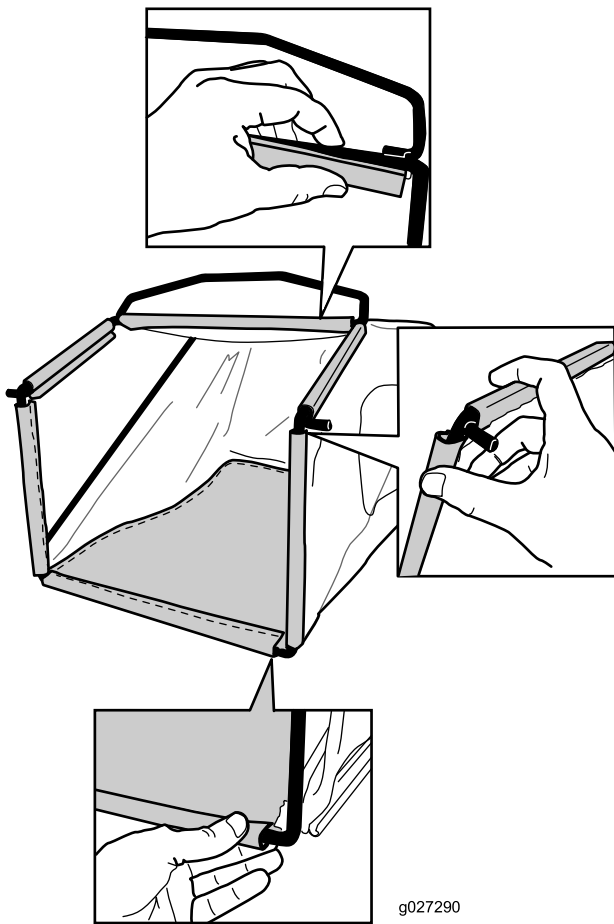

Figura 10
2. Prin de canalul de la partea de jos a sacului pe partea inferioară a cadrului (Figura 10).
3. Prindei canalele de la partea de sus și părțile laterale ale sacului pe partea superioară și, respectiv, pe părțile laterale ale cadrului (Figura 10).